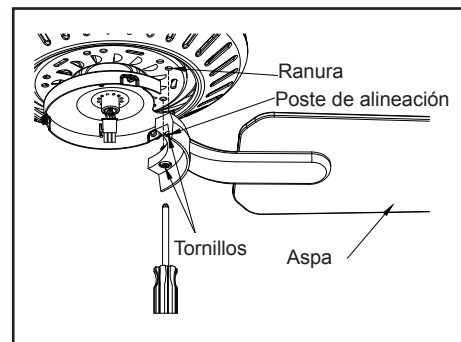

Figura 15
3. Sujeta el aspa ensamblada al motor apretando los tornillos de este. Por favor, ten en cuenta que los tornillos del motor están prefijados en los soportes de aspa. (Figura 15)